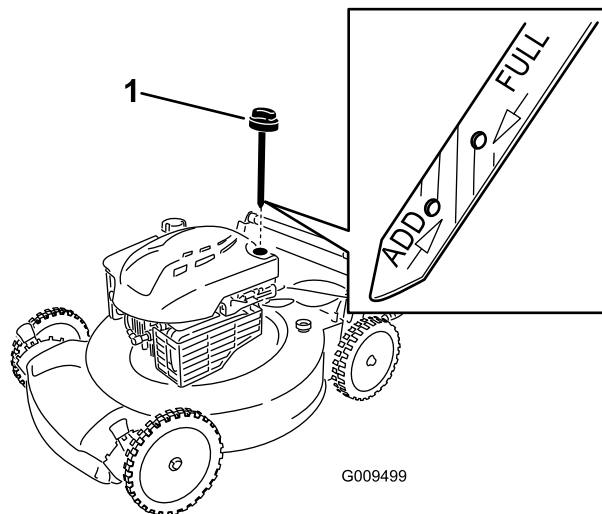

Figura 24
6. Retire la varilla del tubo de llenado de aceite (Figura 24).